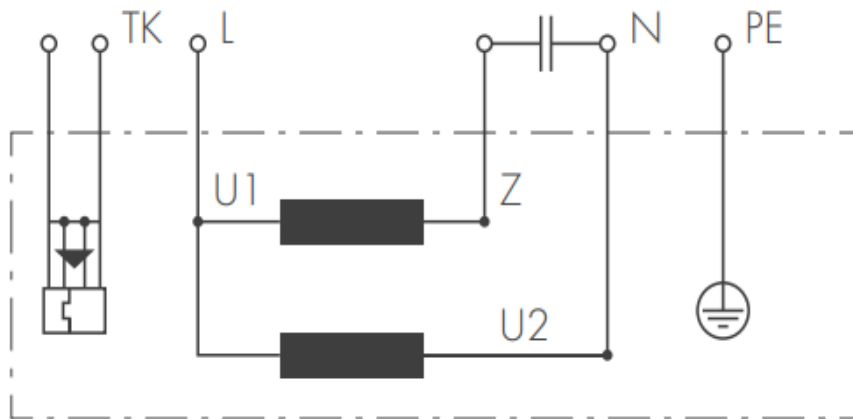
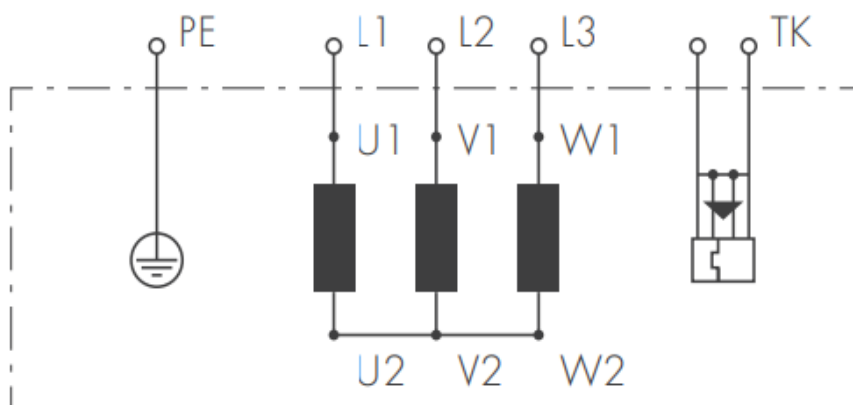

Рисунок 2 - Схема подключения однофазного двигателя
Рисунок 3 - Схема подключения трехфазного двигателя
- в) электрическое присоединение двигателя производить в соответствии со схемой подключения (см. Рисунок 2, см. Рисунок 3).